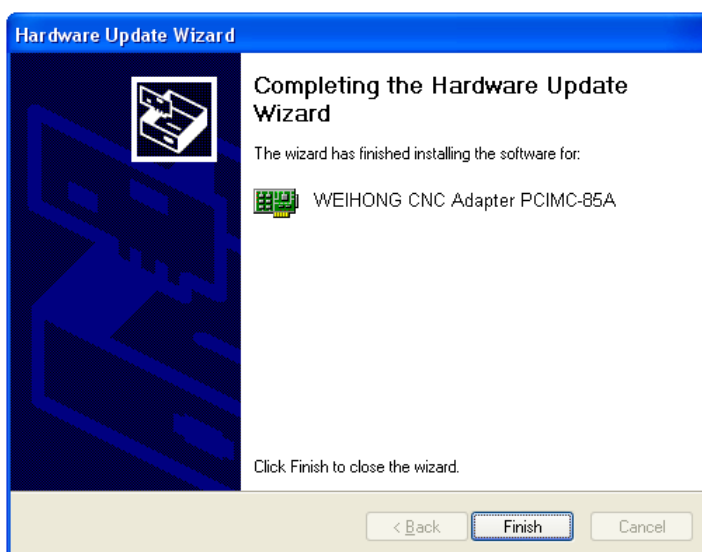

Рис. 1-15 Обновление драйвера завершено
9) Когда обновление будет завершено, появится диалоговое окно, показанное на рис. 1-15. Нажмите [Готово], чтобы